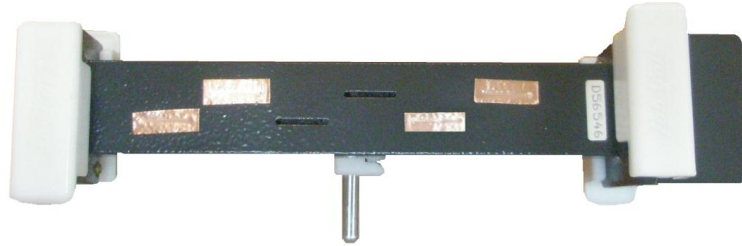

Figura 10.16 Sellado de todas las ranuras, menos las dos del centro de la guía de ondas
W. Sellé una cuarta ranura, de manera que queden abiertas solamente las dos ranuras ubicadas en el centro de la guía de ondas. (ver Figura 10.16).